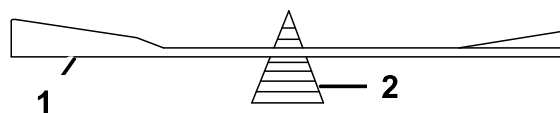

Figura 83
- Verifique el equilibrio de la cuchilla colocándola sobre un equilibrador de cuchillas (Figura 83).